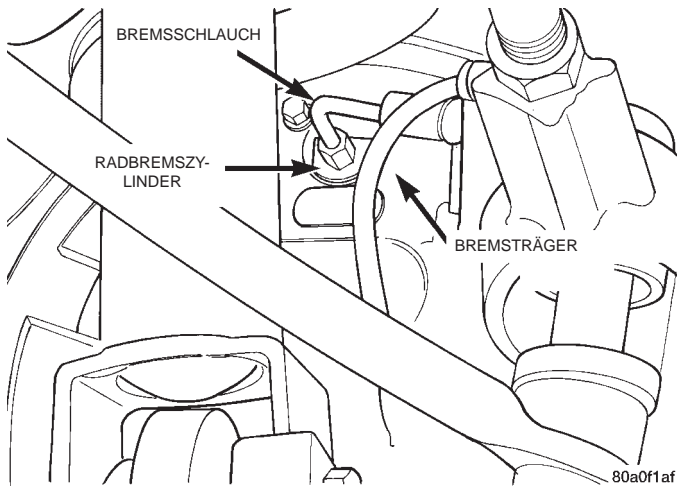

Abb. 76 Bremschlauch am Radbremszylinder
(1) Bei Undichtigkeiten die Bremsbacken austauschen, mit Fett oder Bremsflüssigkeit getränkte Bremsbacken austauschen.
(2) Den Bremsschlauch vom Bremszylinder lösen und die Schlauchführung vom Bremsträger abschrauben (Abb. 76).
(3) Den Bremschlauch von Hand am Bremszylinder anschrauben (Abb. 76); dann die Überwurfmutter mit einem Anzugsmoment von 17 N·m (145 in. lbs.) festziehen.
(4) Die Bremsbacken am Bremsträger anbringen; siehe hierzu den Abschnitt "Bremsbacken einbauen" in diesem Kapitel des Werkstatthandbuchs.
(5) Die Bremstrommel auf die Radnabe aufsetzen.
(6) Das Rad aufsetzen. Die Radmuttern zunächst in der richtigen Reihenfolge mit dem halben vorgeschriebenen Anzugsmoment aufschrauben und anschließend in der gleichen Reihenfolge mit dem vollen vorgeschriebenen Anzugsmoment von 129 N·m (95 ft. lbs.) festziehen.
(7) Die Hinterradbremse einstellen; siehe "Bremsen einstellen" im Abschnitt "Wartungs- und Einstellarbeiten" in diesem Kapitel des Werkstatthandbuchs.
(8) Die gesamte Bremsanlage entlüften; siehe "Bremsanlage entlüften" in diesem Kapitel des Werkstatthandbuchs.